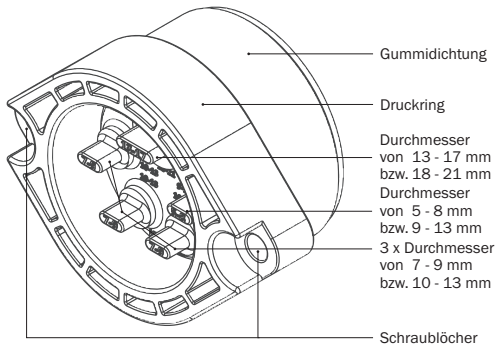

Abbildung 15.2: KRASO® BKP - Wand - Dichteinsatz - Telekommunikation - Blindstopfen mit Durchmessern
- Entfernen Sie die Blindstopfen des **KRASO® BKP - Wand - Dichteinsatz - Telekommunikation** - entsprechend der ermittelten Durchmesser (s. Abbildung 15.2).